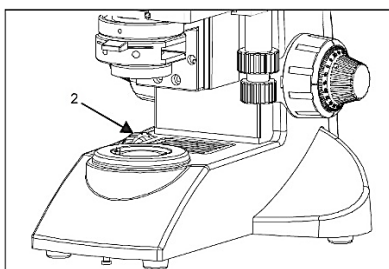

Fig. 20
2. Al girar la perilla de ajuste de intensidad de la luz (Fig. 20) en el sentido de la flecha, aumenta la luminosidad y al girarla en la dirección opuesta disminuye la luminosidad. La barra de intensidad que está junto a la perilla indica la dirección del nivel de intensidad.